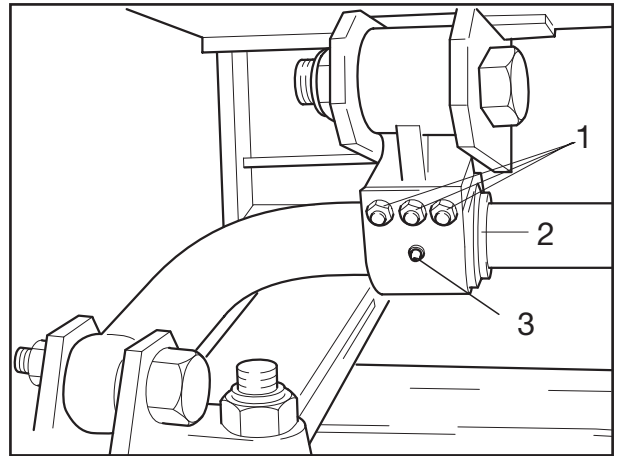

Fig. 1
- [1] Sicherungsmuttern (Fig. 1/1) von den Befestigungsschrauben des Formblechs (Fig. 1/3) abschrauben. Befestigungsschrauben austreiben. Formblech, Buchsenhälften und Dichtung (Fig. 1/2) abnehmen.
- [1] Unscrew locking nuts (Fig. 1/1) from the securing bolts of the shaped plate (Fig. 1/3), remove securing bolts, take off shaped plate, bush halves and seal (Fig. 1/2).
- [1] Dévisser les écrous de sûreté (fig. 1/1) des vis de fixation de la tôle de raccordement (fig. 1/3), enlever les vis de fixation, retirer la tôle de raccordement, les demi-douilles et le joint (fig. 1/2).